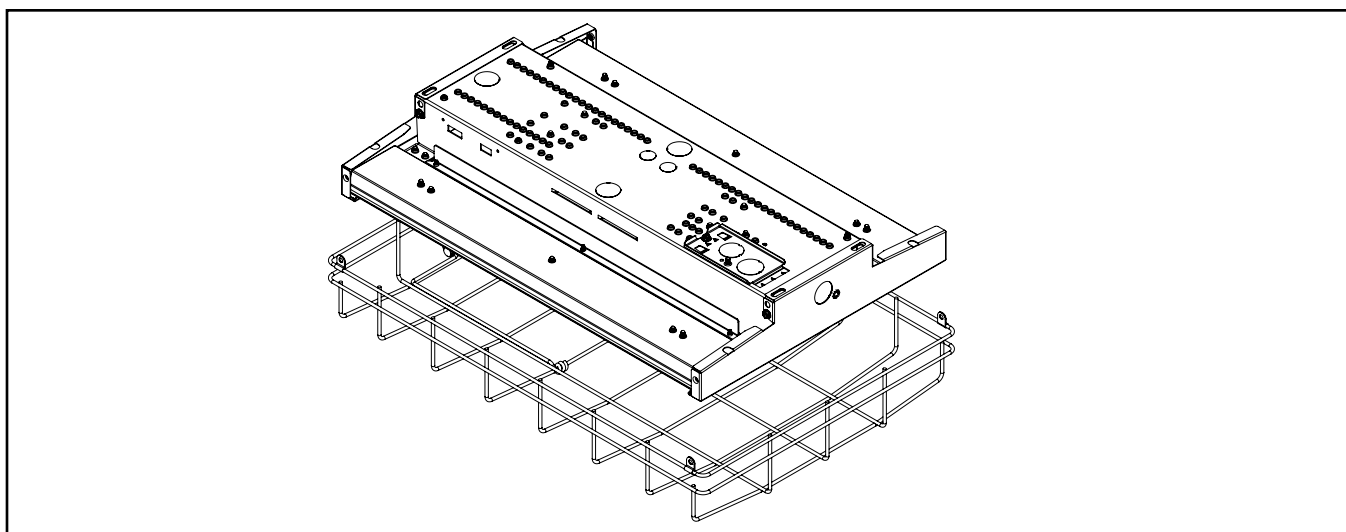

Figure 5.
5. Repérez et centrez la grille sur la partie extérieure du boîtier du luminaire par rapport aux pinces alignées avec les trous sur les côtés des plaques d'extrémité. (Figure 5)